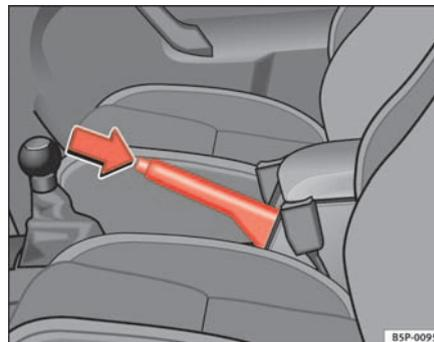

Fig. 139 Frein à main entre les sièges avant
- Serrez le frein à main à fond en relevant le levier vers le haut ⇒ fig. 139.
- Soulevez légèrement le levier de frein à main, appuyez sur le bouton de verrouillage dans le sens de la flèche ⇒ fig. 139 et abaissez le levier au maximum. ⇒ ⚠